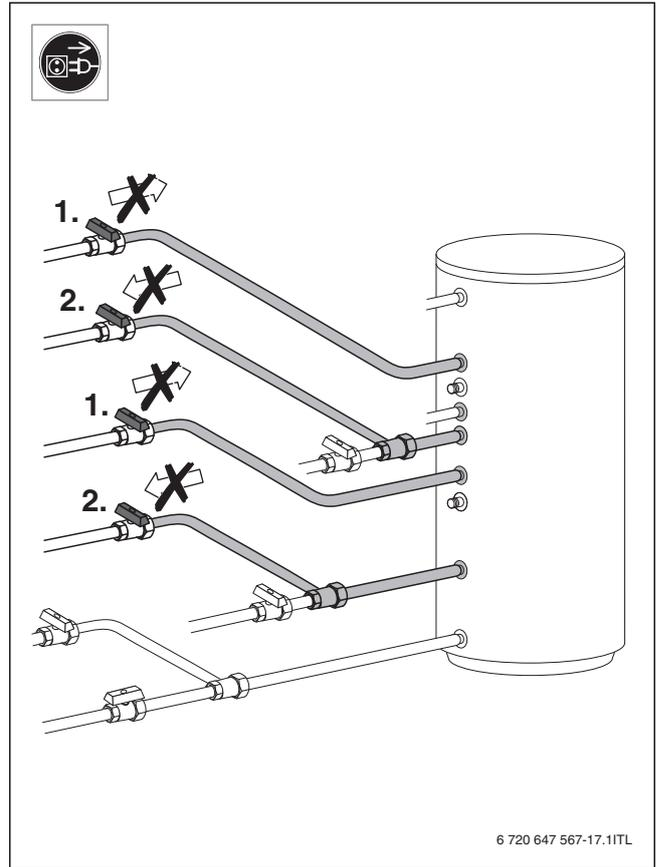

Fig. 19
- ▶ Закройте запорные краны и при наличии электрического нагревательного элемента отсоедините его от электросети (→ рис. 19, стр. 38).